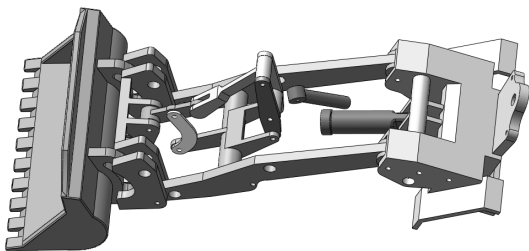

图 13-113 插入液压杆 1
16) 插入液压杆 1。选择菜单栏中的“插入”→“零部件”→“现有零件/装配体”命令，或单击“装配体”控制面板中的（插入零部件）按钮，弹出“插入零部件”属性管理器，单击“浏览”按钮，在弹出的“打开”对话框中选择“液压杆 1”，将其插入到装配界面中，如图 13-113 所示。